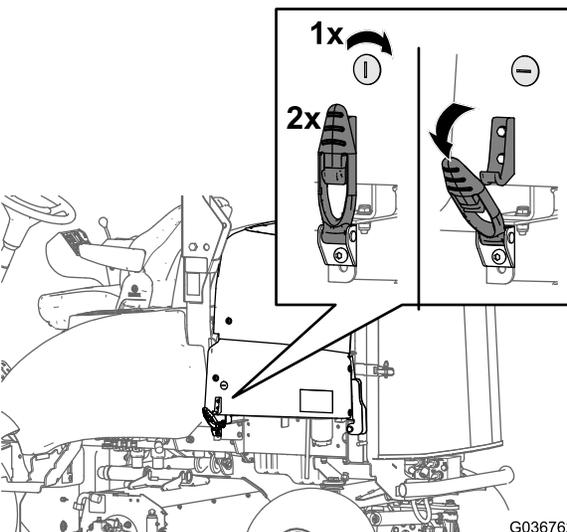

Bild 4
1. Nehmen Sie die zwei Motorhaubenriegel aus den Riegelverankerungen (Bild 4).
2. Heben Sie das Minuskabel am Minuspol der Batterie hoch (Bild 4).